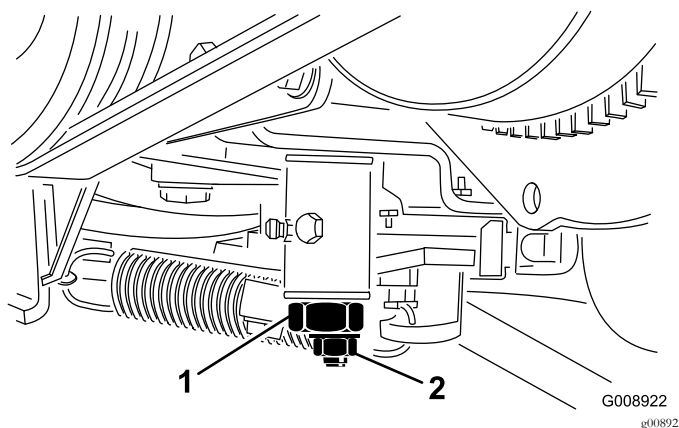

Figure 68
3. Desserrez le contre-écrou de la came de réglage de transmission (Figure 68).